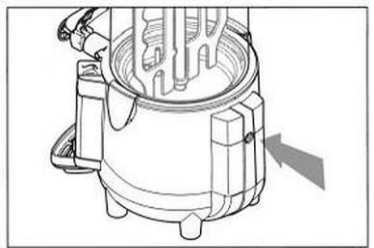

Fig. 3
5. Presser la touche reset (fig. 3) en utilisant un outil adapté.